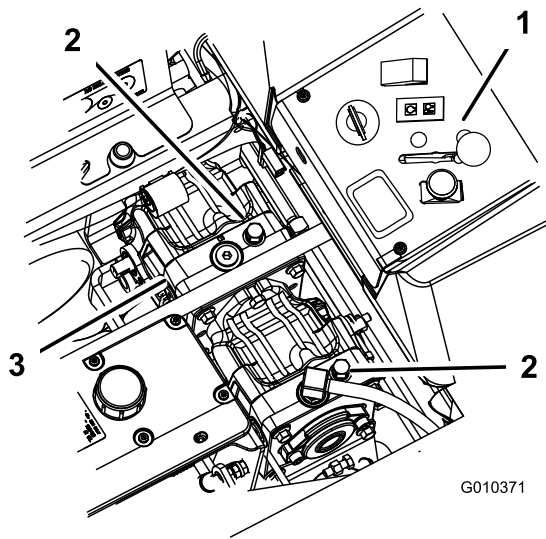

Figura 39
2. Gire las válvulas de desvío una vuelta en sentido antihorario para empujar la máquina (Figura 39).
Gire las válvulas de desvío una vuelta en sentido horario para conducir la máquina (Figura 39).